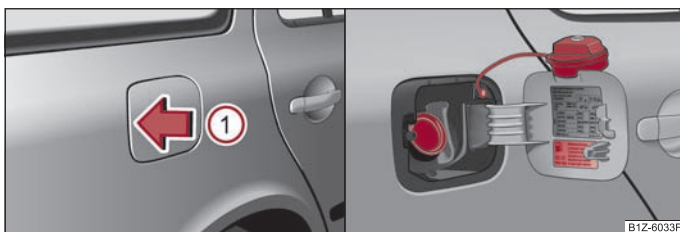

Fig. 11 Lato vettura posteriore destro: Apre il sportello serbatoio / Sportello serbatoio con tappo a vite
- Per aprire il tappo del serbatoio, fare pressione su di esso in direzione della freccia ① ⇒ fig. 11.
- Svitare il tappo in senso antiorario ed inserirlo dall'alto sullo sportello ⇒ fig. 11 lato destro.